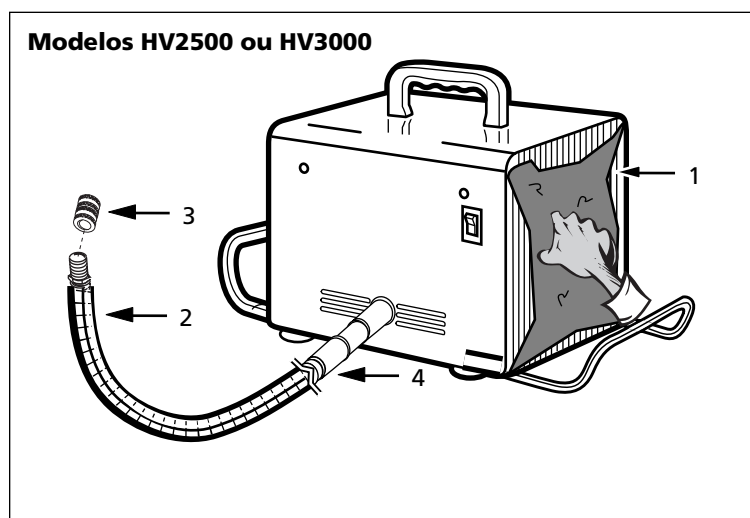

Figura 4
1. Aperte e puxe para remover ambos os filtros (Veja a Figura 4)